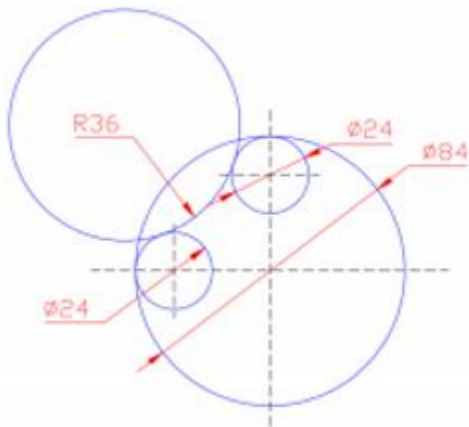
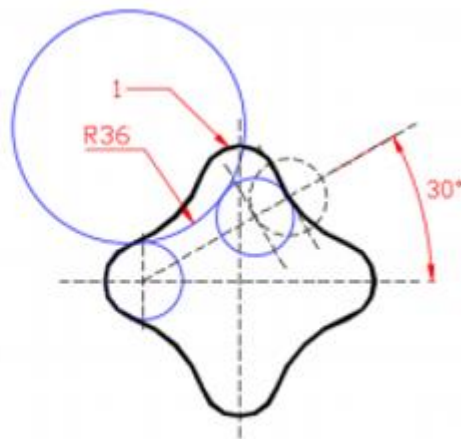
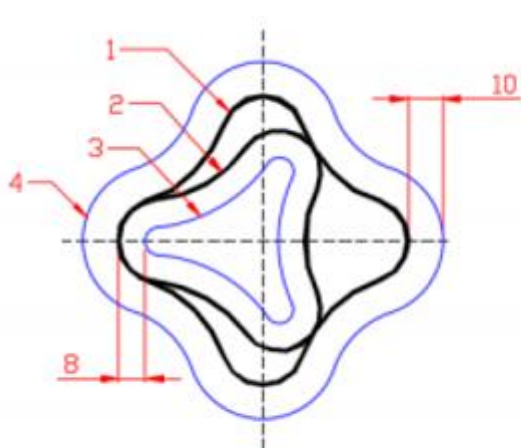

Рис. 2.
Рис. 3.
Рис. 4.
14.1. Вспомогательные построения, показанные на рис.2 и рис.3 используются для построения сопряжения двух окружностей дугой заданного радиуса. Используйте вспомогательные построения на рис.2 для построения фигуры 1 (см. рис.3,4), а на рис.3 для построения фигуры 2 (см. рис.4).
14.2. Фигура 1 на рис.4 получена при помощи команды ПОЛИЛИНИЯ. Для рисования вспомогательных построений использовались команды КОПИРОВАТЬ и Рисование=> КРУГ=Две точки касания, радиус. Для вспомогательных построений фигуры 2 использовалась команда ЗЕРКАЛО
14.3. Для построения фигур 3, 4, показанных на рис. 4 пользуйтесь командой смещение